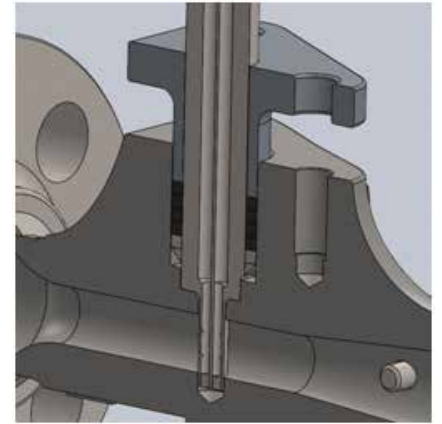

图 8：最终密封圈安装
- 对剩余的填料环重复以上步骤，直至四个填料环都如图安装完毕（参见图 8）。